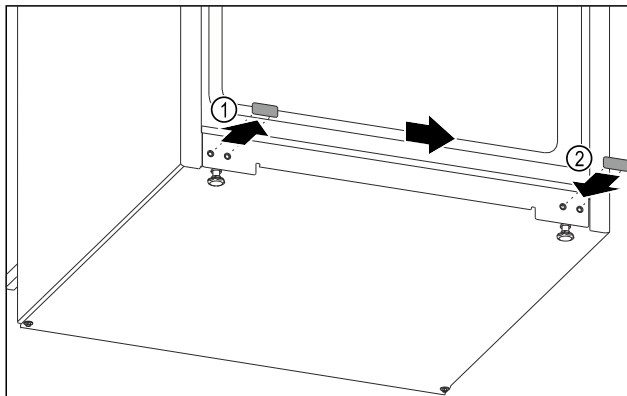

Fig. 14
- Abdeckstopfen herausziehen. Fig. 14 (1)
- Abdeckstopfen auf der Gegenseite einsetzen. Fig. 14 (2)